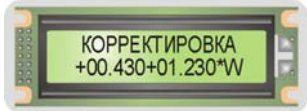

Рис. 11.1. Вид ЖКИ БУК при вводе поправки в корректировочное выражение
12.2. Корректировочное выражение имеет вид, приведенный на рис. 11.1:
a – текущее значение первого слагаемого корректировочного выражения ($a = 0,43$ на рис. 11.1);
b – текущее значение коэффициента при втором слагаемом корректировочного выражения ($b = 1,23$ на рис. 11.1).
- нажать кнопку «4», затем «ВВОД», при этом на ЖКИ БУК откроется корректировочное выражение (см. рис. 11.1), мигающий курсор находится на первом слагаемом, он указывает разряд числа, который будет отредактирован при очередном нажатии цифровой кнопки;